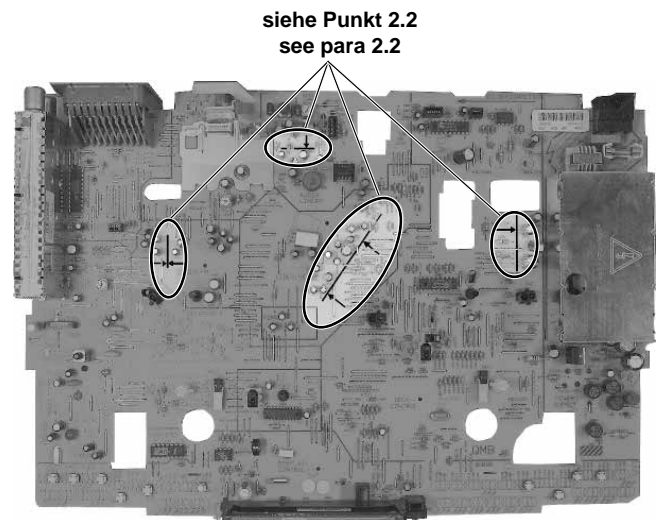

Fig. 10
- In die markierten Bereiche der Chassisplatte (Fig. 10) dürfen keine Bauteile hineinragen. Die Bauteile (Kondensatoren) sind entsprechend der Pfeile auszurichten.
- Ensure that no components reach into the marked areas on the Chassis Board (Fig. 10). Position the components (capacitors) as shown by the arrows.